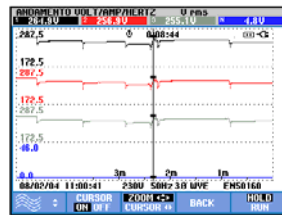

Figura 17-6. Schermata Andamento con cursore e zoom attivati
- Premere F3 per assegnare i tasti freccia alla funzione Zoom. È ora possibile utilizzare i tasti freccia sinistra/destra per espandere o ridurre orizzontalmente gli andamenti, come mostrato nella figura 17.6. I tasti freccia su/giù consentono di eseguire la stessa operazione verticalmente. Se la funzione Cursore è attiva, lo zoom orizzontale funziona in maniera simmetrica intorno al Cursore; se disattivato, lo zoom orizzontale funziona dal lato destro della schermata. Lo zoom verticale funziona intorno al centro della schermata.